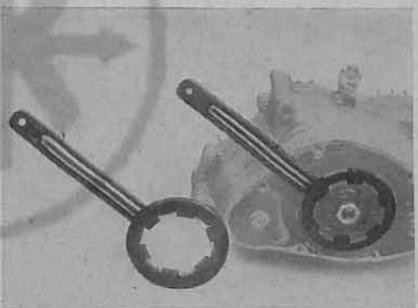

Bild 10: Anhalteschlüssel, Ersatzteil Nr. 09-30.31
4. Anhalteschlüssel zum Lösen der Mutter für Kupplungskorb (Bild 10).